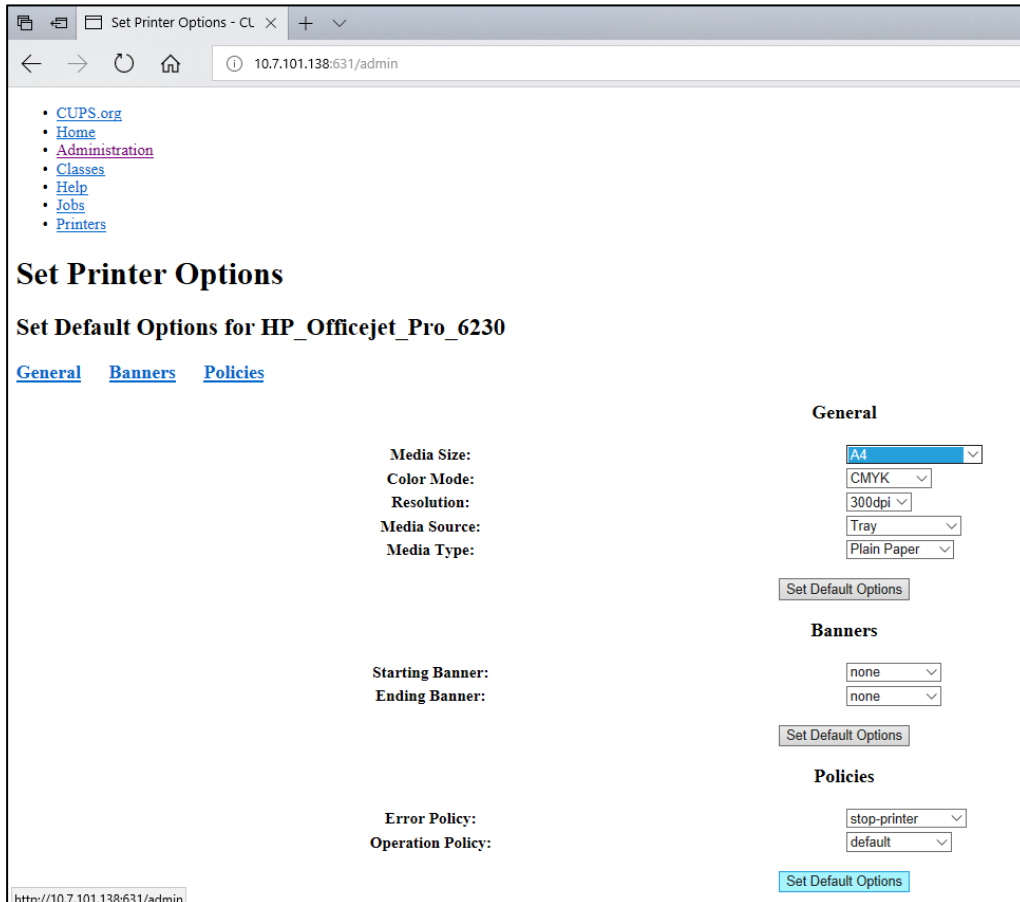

Figure 84. Sélection de la bonne Media Size (Taille de média).
7. Sélectionnez la bonne Media Size (Taille de média, comme « A4 ») car certaines imprimantes n'impriment pas si le format de papier est incorrect. Enregistrez ensuite votre sélection en appuyant sur Set Default Options (Définir les options par défaut) (figure 84).